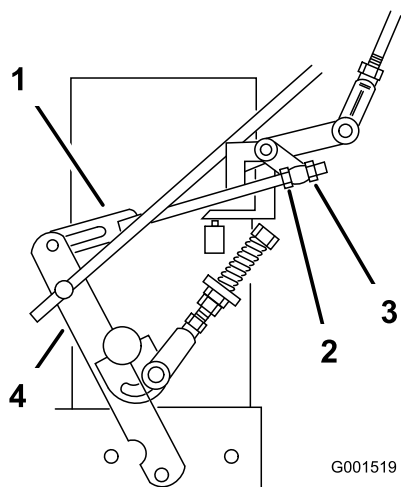

Рисунок 31
8. Ослабьте переднюю регулировочную гайку на левом рычажном механизме управления гидравликой (Рисунок 31).
9. Поворачивайте левую заднюю регулировочную гайку против часовой стрелки до тех пор, пока колесо не начнет вращаться вперед (Рисунок 31).
10. Поворачивайте заднюю регулировочную гайку по часовой стрелке по 1/4 оборота за раз. Затем переведите рычаг управления скоростью в положение **ВПЕРЕД** и верните назад в **НЕЙТРАЛЬНОЕ** положение. Повторяйте это действие до тех пор, пока левое колесо не прекратит вращаться вперед (Рисунок 31).